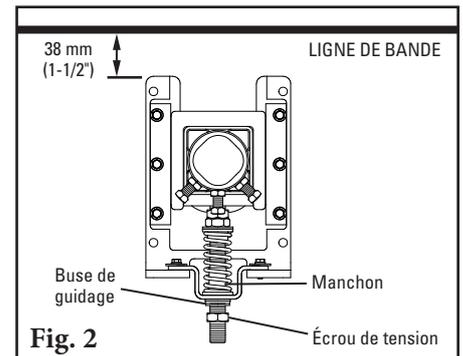

Fig. 2
5. **Réinstallez le manchon.** Placez le manchon sur la tige filetée de réglage et tournez-le jusqu'à ce qu'il soit au milieu de la buse de guidage. Remettez en place l'écrou de tension inférieur et serrez-le jusqu'à ce qu'il bloque le manchon (Fig. 2).
Faites glisser l'axe dans l'un des montages sur la longueur nécessaire, puis placez l'autre extrémité dans le montage opposé (Fig. 2). Si l'espace n'est pas suffisant, retirez l'une des bases de montage, faites glisser l'axe dans le montage de l'axe de torsion et réinstallez la base.
2. **Désassemblez la plaque de montage supérieure et le coussin d'air.** Retirez et réservez l'écrou de la buse de guidage. Retirez la plaque de montage supérieure et mettez-la au rebut. Retirez (dévissez) et réservez le coussin d'air, l'insert fileté et la plaque de support (Fig. 2). **En option :** Retirez les buses de guidage. Cela n'affectera pas le système de tension si elles sont laissées en place.